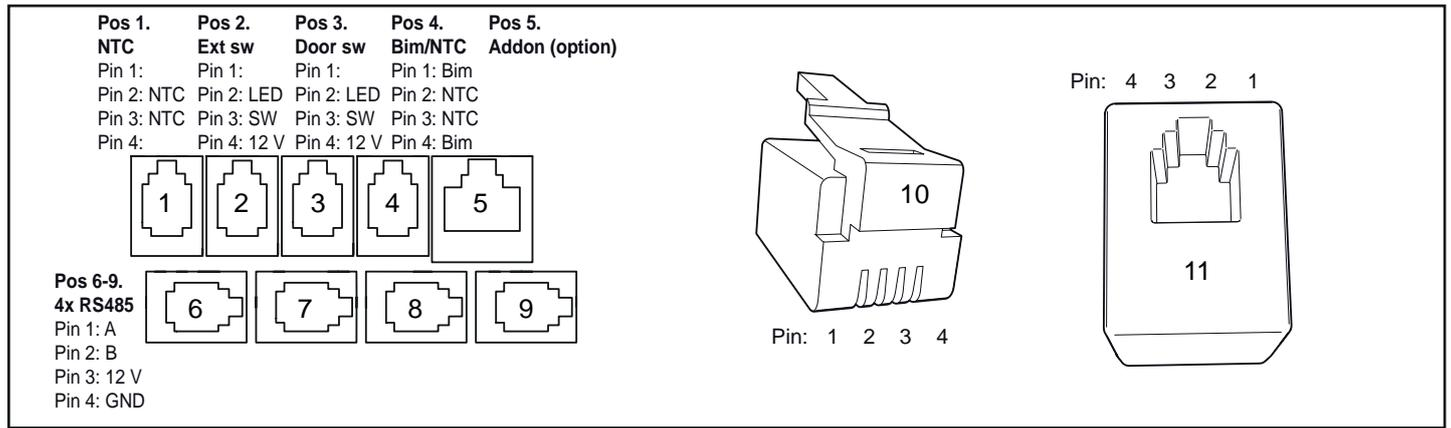

Figure 19 : Prises modulaires, description (Pos. 1-4 et 6-9 : RJ10, Pos. 5 : RJ45)
- Prise modulaire (RJ10, voir figure 19)